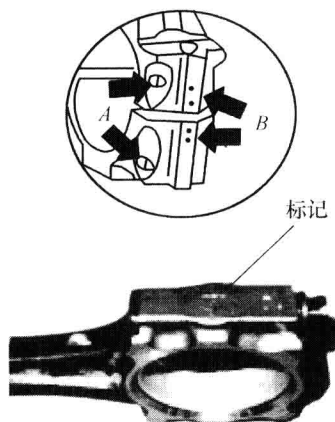

图 1-9 连杆标记
(2) 分别拆卸 1、4 缸的连杆紧固螺母, 取下连杆轴承盖。注意: 连杆轴承盖与连杆体侧面有配对标记 (图 1-9), 应配对放好, 各缸连杆也应按顺序放好。